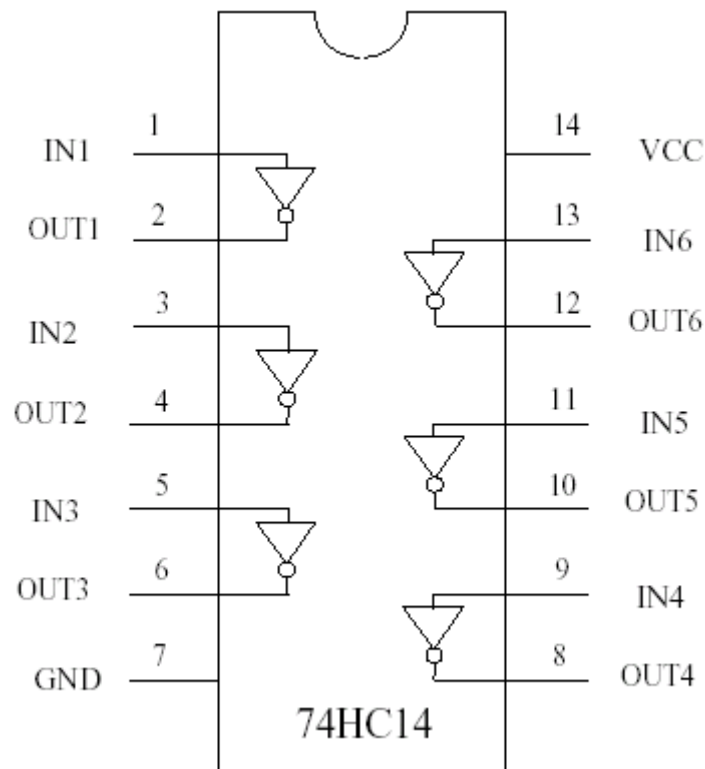

Figura 2: asignaciones de los pines para el chip inversor 74HC14.
- (4-2) Siguiendo el diseño que realizó en el ejercicio pre-práctica 4-1, construya el reloj utilizando el chip inversor 74HC14 que obtuvo anteriormente. En la figura 2 se muestran las asignaciones de los pines en el caso del chip inversor. Utilice dos inversores cualquiera de los que hay en el chip y deje los otros sin conectar. No conecte todavía la salida v_{CLK} del reloj a la entrada del reloj del contador. En su lugar, utilice un canal del osciloscopio para observar la salida v_{OSC} del oscilador y active el osciloscopio desde ese canal. Utilice el otro canal para observar v_{CAP} y la salida v_{CLK} del reloj. Compare lo que observa con el osciloscopio con el gráfico que preparó en el ejercicio pre-práctica 4-2 para así determinar si el reloj funciona o no correctamente. En concreto, la salida v_{CLK} del reloj debe permanecer entre 0 y 5 V para no dañar el contador que ésta acciona.